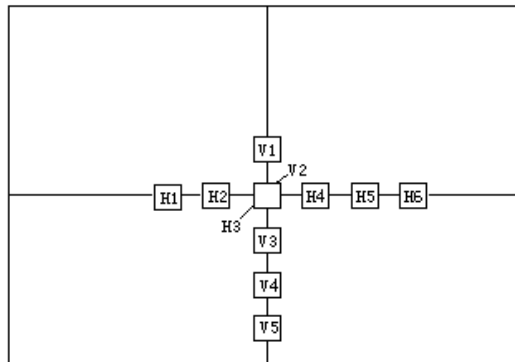

图 7：粗调光标位置示意图
- 1) 进入粗调密码：① → ③ → ⑦
- 2) 按键 ⑤ 循环进行颜色选择，首先将字符选为绿色。
- 3) 按键 ②，垂直向上移动光标。按键 ⑧，垂直向下移动光标。按键 ④，水平向左移动光标。按键 ⑥，水平向右移动光标。光标的位置如图 7 所示：